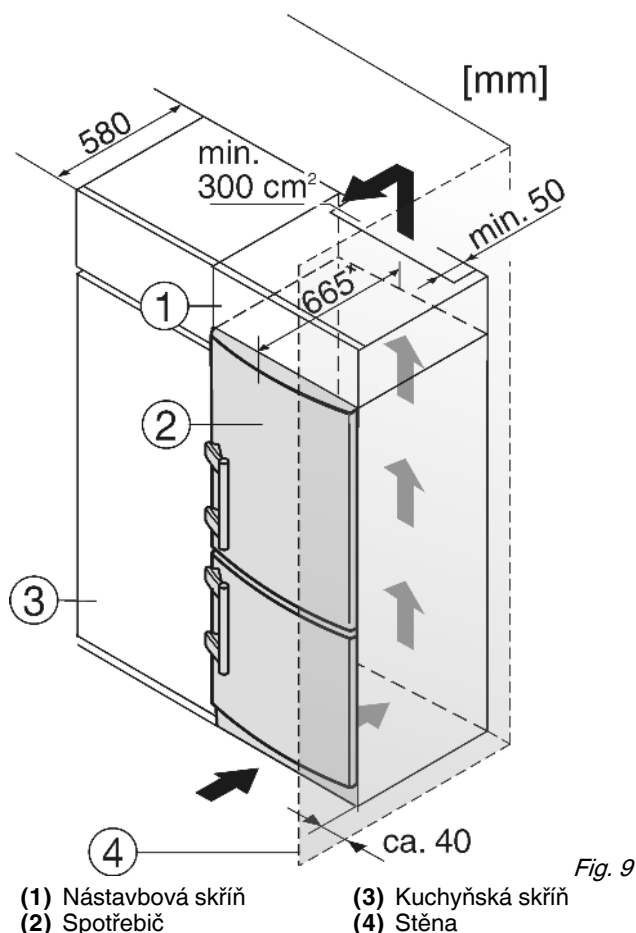

Fig. 9
- (1) Nástavbová skříň (3) Kuchyňská skříň
(2) Spotřebič (4) Stěna
Zařízení lze zabudovat do vybavení kuchyně. K vyrovnání přístroje Fig. 9 (2) na výšku kuchyňské linky lze na přístroj nasadit odpovídající nástavec Fig. 9 (1).
Při montáži do kuchyňských skříní (hloubka max. 580 mm) lze spotřebič instalovat hned vedle kuchyňské skříně Fig. 9 (3). Spotřebič přesahuje přední stěnu kuchyňské skříně na stranách o 70 mm x a uprostřed o 85 mm x.
Když se přístroj instaluje závěsy vedle stěny Fig. 9 (4), musí být vzdálenost přístroje od stěny alespoň 40 mm. To odpovídá přesahu madla při otevřených dveřích.